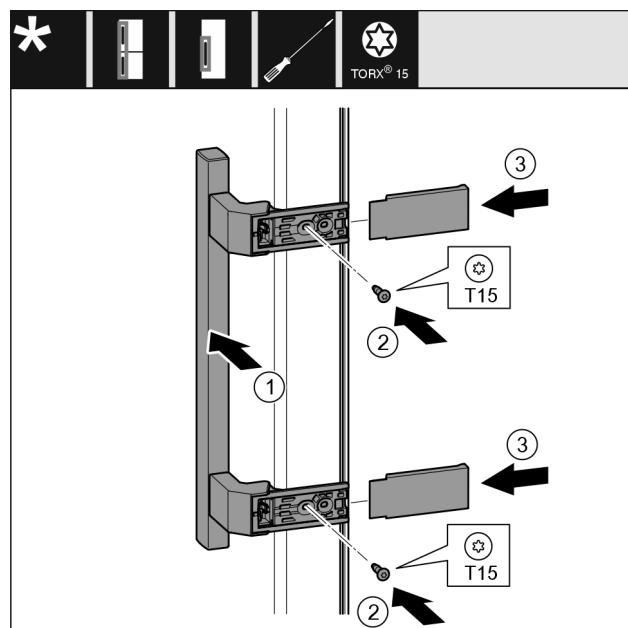

Fig. 25
- Установите ручку Fig. 25 (1) на противоположной стороне.
- Затяните винты Fig. 25 (2) отверткой.
- Установите крышки Fig. 25 (3) сбоку и надвиньте их.